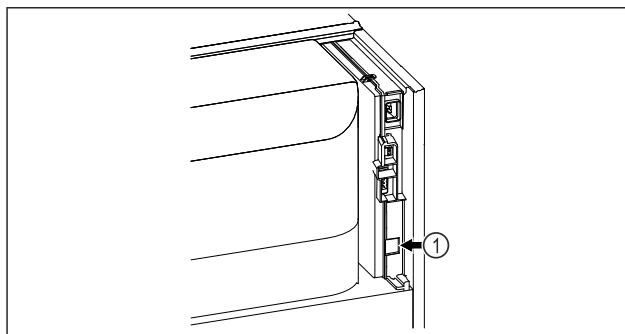

Fig. 96
- ☐ Se utiliza SmartModule Fig. 96 (1).